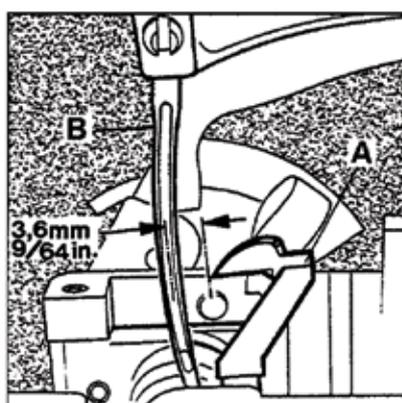

Fig.6A
Set the looper (A, Fig. 6A) to the distance between the center of the needle (B) to the point of the looper of 3.6mm (9/64") when the looper is at its farthest right end position from the needle. Looper gauge 21225-9/64 can be used advantageously in making this setting.
Stellen Sie den Greifer (A, Fig. 6A) so, dass der Abstand von der Nadelmittle (B) bis zur Greiferspitze 3.6 mm beträgt, wenn der Greifer in seiner rechten Endstellung zur Nadel steht. Die Greifereinstellehre Nr. 21225-9/64 erleichtert diese Einstellung.